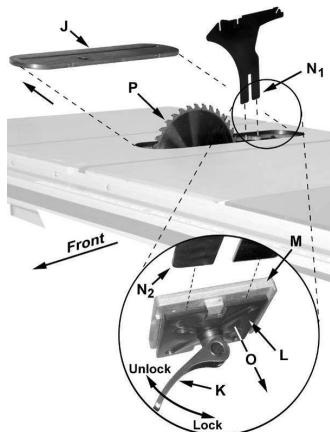

Рис. 8
3. Уберите вставку в столе (J).
4. Расположенный внутри стола и доступный через вставку быстрый зажим с ручкой (K) фиксации (рис. 8 вставка), разместить в положение разблокировки.
5. Накладной зажимной блок (L) имеет пружину (O) и отодвинется от фиксированного блока (M), оставляя зазор.
6. Вставьте нижнюю часть расклинивающего ножа (N1, N2), полностью в зазор между зажимом блоков (L, M), а затем зафиксируйте ручку (K).
7. Поставьте вставку (J) обратно в стол. Пильный диск и расклинивающий нож должен выступать через отверстие во вкладыше.
8. Установите анти-отдачу собачка (Е), нажав и удерживая кнопку (D) быстро отпустите и вставьте фиксатор на собачку в соответствующий паз (F) на
Зажим блоков (Л, М., рис. 8) отрегулирован на заводе, регулировка после установки защитного кожуха и расклинивающего ножа не требуется. Тем не менее, правильное положение расклинивающего ножа (стр. 14) является очень важным. Проверьте перед началом работы на столе, и последующей процедурой настройки, если необходимо.